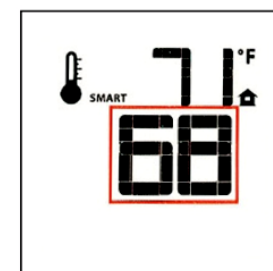

Figure 64. Réglage de température (mode Smart)
- Pour ajuster la température, appuyez sur les touches fléchées Haut et Bas, jusqu'à ce que le réglage de température désiré soit affiché. Fig.64.